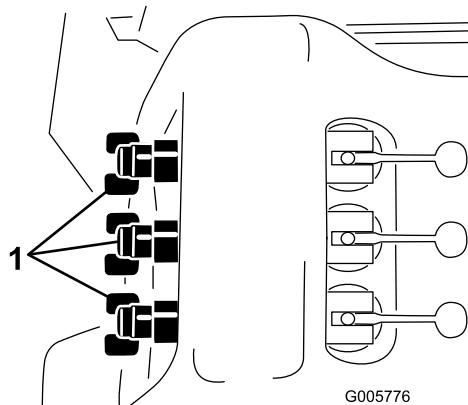

Bild 28
12. Stellen Sie das Sicherheitsventil des Spritzgestänges (Bild 28) unter dem Spritzgestängesteuerventil des Spritzgestänges ein, das Sie abgestellt haben, bis der